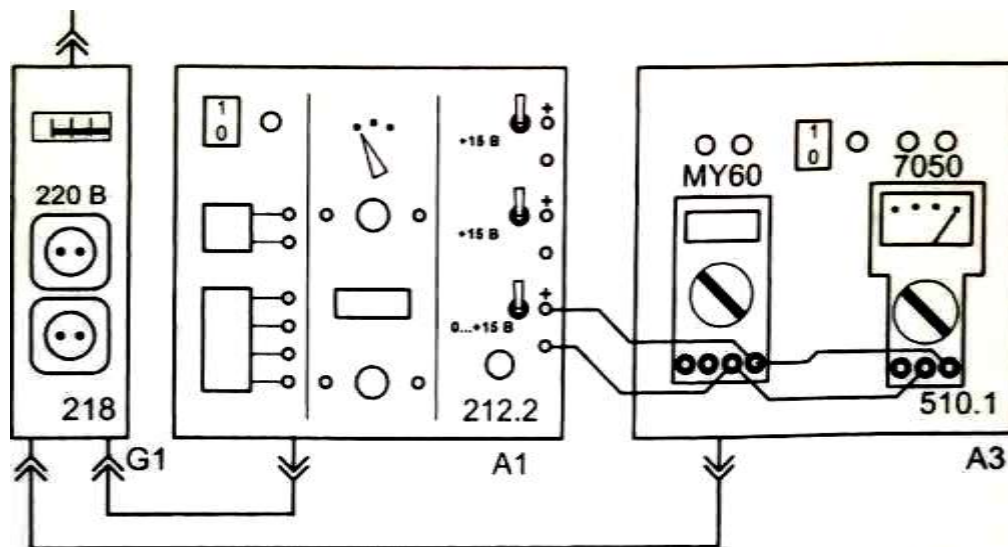

Рис. 1 – Схема электрическая соединений для калибровки аналогового вольтметра
Для определения погрешности измерения аналогового мультиметра на одном из пределов измерения постоянного напряжения аналоговый прибор 7050 (блок А3) и цифровой прибор МУ60 (блок А3) подключаются параллельно к регулируемому генератору постоянного напряжения из блока А1 (рис. 1).
3. Убедитесь, что переключатели «Сеть» блоком, используемых в эксперименте, выключены. Соедините аппаратуру в соответствии со схемой электрической соединений рис. 1.